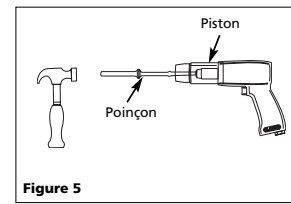

Figure 5
- Essayer de dégager le piston bloqué en utilisant le poinçon (Voir Figure 5).